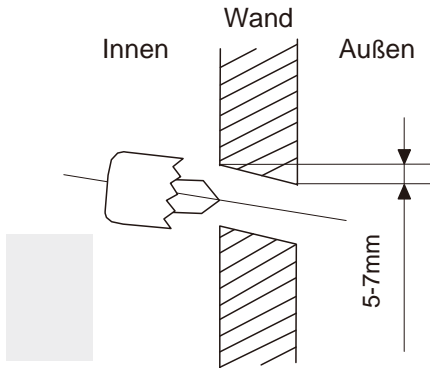

Abb. 4.2
2. Benutzen Sie einen Kernlochbohrer 65 mm, um ein großes Loch in die Wand zu bohren. Stellen Sie sicher, das Bohrloch leicht nach unten zu bohren, damit das Außenteil unter dem Inneren der Bohrung liegt. Der Höhenunterschied der Bohrung sollte 7 mm betragen. Somit gewährleisten Sie eine gute Entwässerung. (Siehe Fig. 4.2)